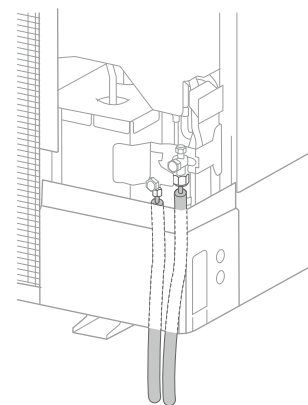

fig. 32 - Passage des liaisons frigorifiques de l'unité extérieure.
- Suivant le cas, raccorder un adaptateur (réduction) 1/4" - 3/8" ou 1/2" - 5/8" (voir fig. 32).